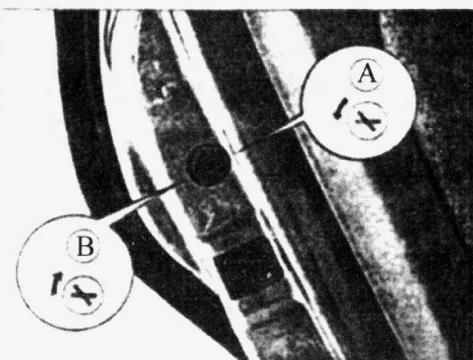

图 1-8 儿童安全装置
后门附加安装了儿童安全装置，如图 1-8 所示。
用汽车钥匙沿箭头所指方向转动儿童安全装置上的缝隙，儿童安全装置被打开，参见图 1-8 (A)。车门又能从车内打开，同时车门安全按钮必须向上拉起。
用汽车钥匙沿箭头所指方向转动儿童安全装置的缝隙，儿童安全装置被关闭，参见图 1-8 (B)。